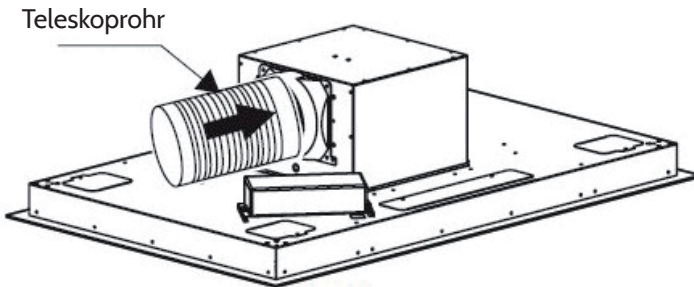

Bild 8
5. Lösen Sie die 8 Schrauben vom Gehäuse. Sie können die Richtung des Luftauslasses frei wählen (①②③④). Ziehen Sie die Schrauben fest und befestigen Sie das Teleskoprohr an den Luftauslass (siehe Bild 8).